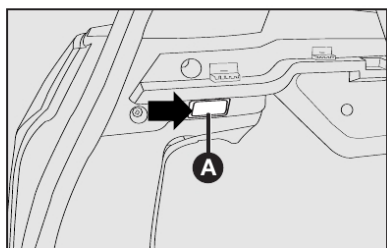

fig. 36
1) remover a lente transparente **A-fig. 36** forçando levemente com uma chave de fenda no local indicado pela seta;